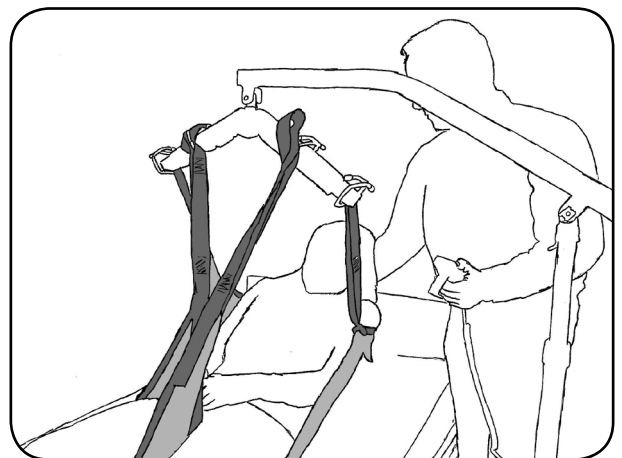

Abb. 9.04 - Anheben des Patienten
12. Heben Sie den Patienten mit dem aks-Patientenlifter an (Abbildung 9.04). Beobachten Sie dabei den Patienten und die Straffung des Liftergurtes. Korrigieren Sie gegebenenfalls den Sitz des Liftergurtes durch erneutes Ablassen des Patienten und Verschieben der ungünstig sitzenden Teile des Liftergurtes. Beobachten Sie während des gesamten Hebevorganges ständig den Patienten und den Sitz des Liftergurtes. Heben Sie den Patienten nur so hoch wie nötig.